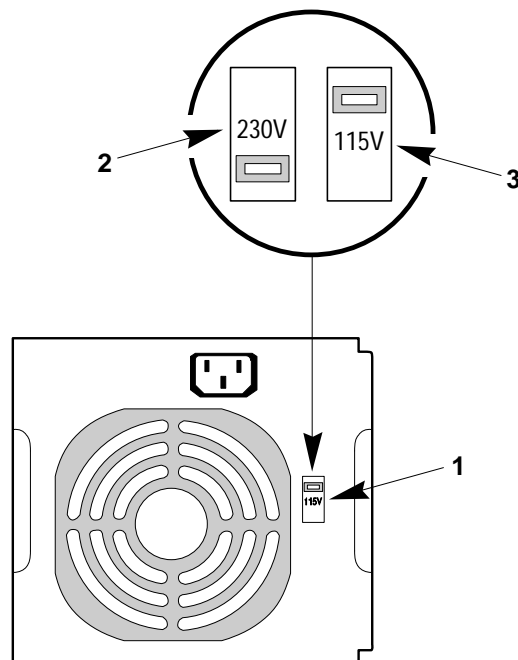

Abb. 2-1. Netzspannungs-Wahlschalter
2. Den Wahlschalter in Richtung Oberseite des Servers schieben, um **115V** zu wählen, oder in Richtung Unterseite des Servers, um **230V** zu wählen. Siehe Abbildung 2-1.